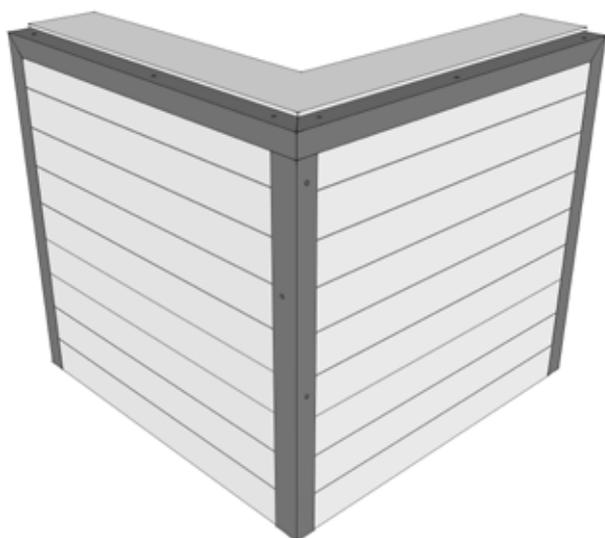

Figura 9
- 2 Instala la placa de borde en forma de L como se muestra en la Figura 9: